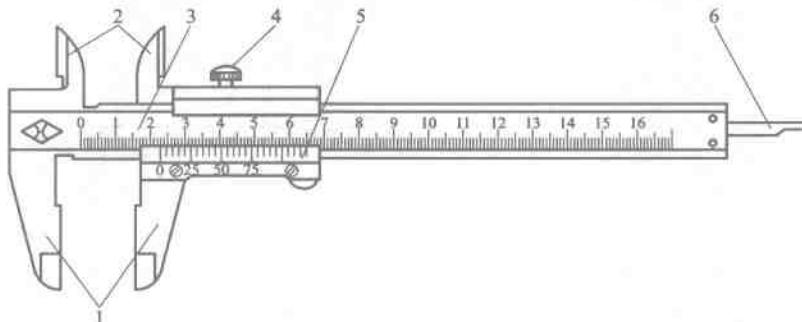

图 1—8 三用游标卡尺
(1) 游标卡尺的结构。游标卡尺(见图1—8)可分为三用游标卡尺和双面量爪游标卡尺两种，主要由尺身、游标、内量爪、外量爪、深度尺、锁紧螺钉等组成。